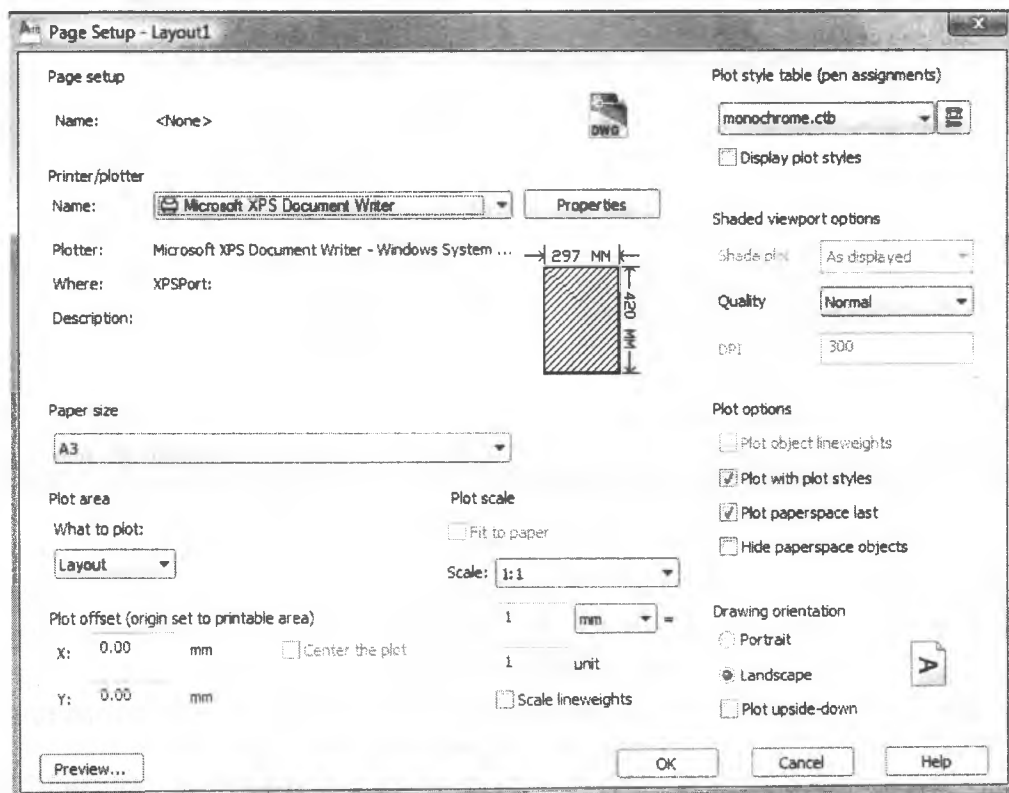

Рисунок 10.2
10.4. Устанавливаем принтер (при необходимости - виртуальный), формат листа, масштаб (рис. 10.2).